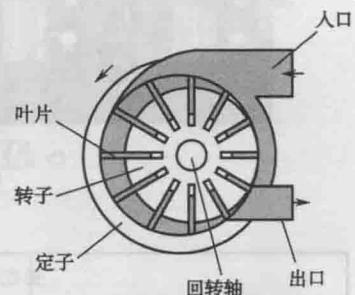

图1-1-9 叶片式空气压缩机
(1) 空气压缩机(简称空压机): 将原动机输入的机械能转化成压力能。根据机械结构可分为活塞式、叶片式、螺杆式等。以图1-1-9叶片式空气压缩机为例,其工作原理为在电动机的带动下,回转轴旋转,离心力使得转子上的叶片与定子内壁相接触,两个相邻叶片、定子内表面和转子的外表面之间形成的空间,会随着转子的转动有规律的变化,空间变大,实现吸气;空间变小,实现压缩和排气。